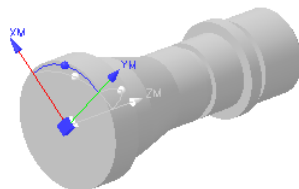

图 7.2.3 创建坐标系
Step2. 在图形区观察机床坐标系方位，若无需调整，在“Turn Orient”对话框中单击 确定 按钮，完成坐标系的创建，如图 7.2.3 所示。